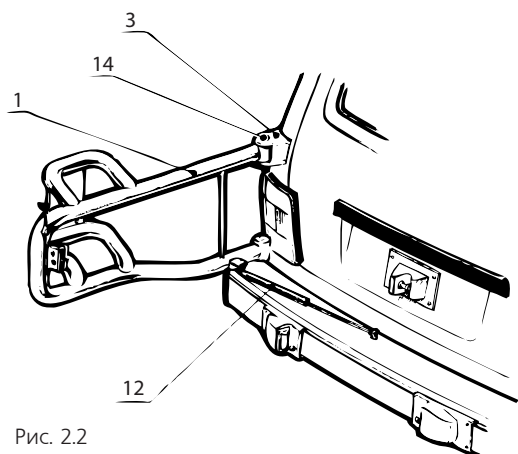

Рис. 2.2
3.9 Установить упор газовый (12) на кронштейне запасного колеса и балке бампера (Рис. 2.2).
4. Установить запасное колесо на кронштейн запасного колеса гайками (20).
5. Проверить, чтобы при закрывании кронштейна запасного колеса головка фиксатора замка (28) точно попадала в резиновый демпфер замка (6).